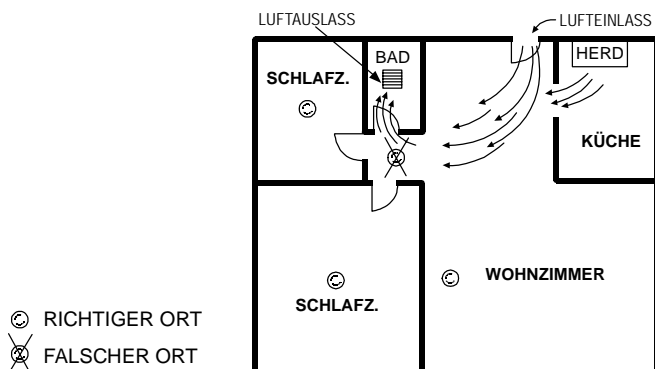

Abb. 10. Empfohlene Installationsorte für Rauchmelder, um Luftströme mit Verbrennungsrückständen zu vermeiden
- Rauchmelder nicht in der Nähe von Be-/Entlüftungsöffnungen installieren. Der Luftstrom kann Rauch weg vom Rauchmelder transportieren und so seine Effizienz reduzieren. Abb. 10 zeigt richtige und falsche Installationsorte im Zusammenhang mit diesem Problem.